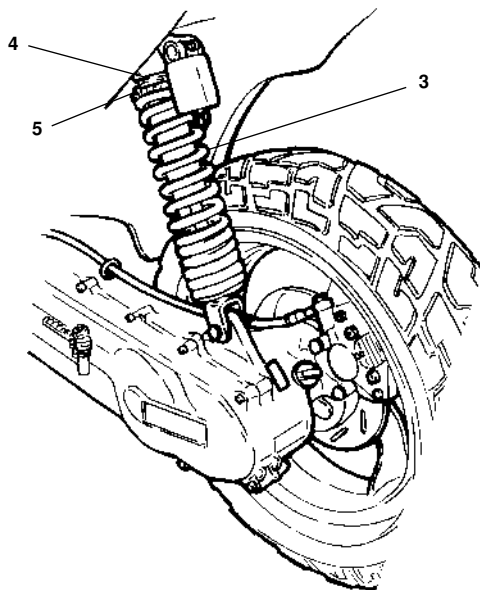

Fig. 43
- En función del tipo de carga, regular la precarga del muelle (3 - Fig. 43) aflojando la hilera superior (4) y actuar sobre la inferior (5). Atornillandola la precarga aumenta, es cuando el amortiguador se "endurece" soportando una carga mas elevada. A regulación correcta cerrar la hilera superior (4).
- *En fonction du type de charge, régler la précharge du ressort (3 - Fig. 43), en relâchant la bague supérieure (4) tout en agissant sur la bague inférieure (5). Pour que la précharge augmente, l'amortisseur doit être durci pour supporter une charge plus élevée. Le réglage ayant été effectué, serrer la bague supérieure (4).*